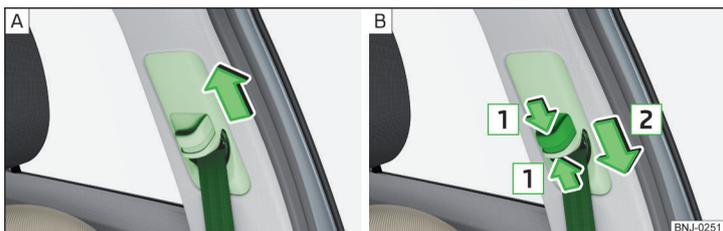

Fig. 5 Regulação da altura dos cintos nos bancos dianteiros
- » Deslocar a roldana **para cima** no sentido da seta » Fig. 5 - A.
- » Ou: Apertar o fusível no sentido da seta **1** e deslocar a roldana **para baixo** no sentido da seta **2** » Fig. 5 - B.